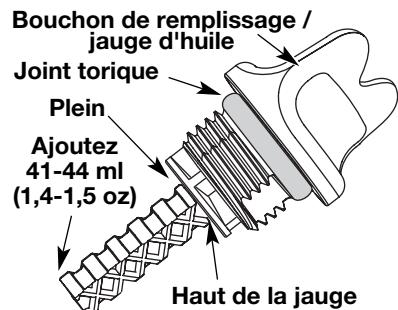

Fig. 28
- Retirez el tapón de remplissage / jauge d'huile y verifíquelo. La aceite debería alcanzar el alto de la jauge (Fig. 28).